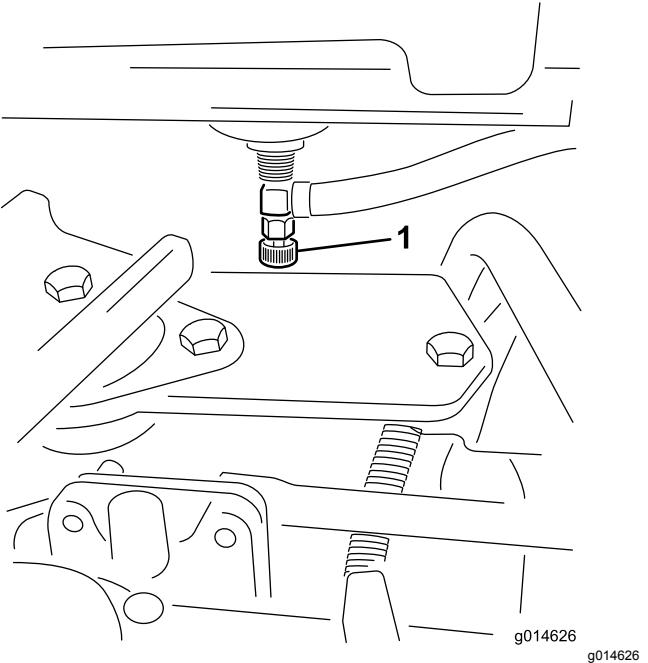

図 29
1. 長期間保管する場合には燃料バルブ**図 29**を閉じておく。